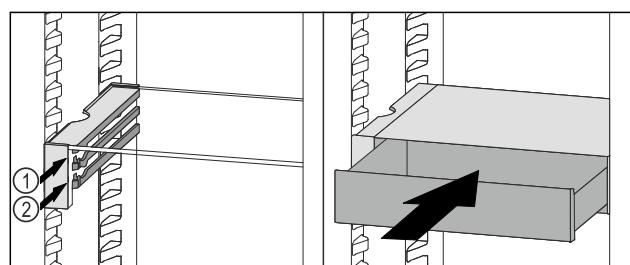

Fig. 123
- ▶ 将 VarioSafe 抽屉放置在所需肋梁 Fig. 123 (1) 或 Fig. 123 (2) 上的止动器后面。